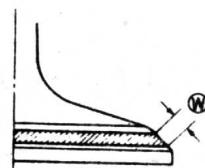

图 1-35
14. 检查气门头部与气门座接合面的烧损、磨损情况，轻的可以修复，严重的必须更换新气门。将气门涂上普鲁士芝在气门座进行研磨，所形成的染色印必须连续不断，其染色环宽度应在 0.9~1.1 毫米之间，如图 1-35 所示。若达不到要求时，应对气门座进行修整。